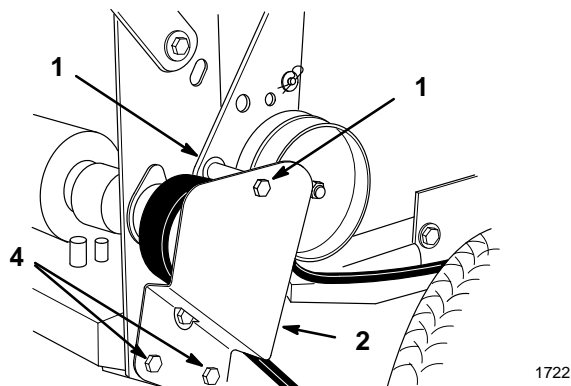

Figure 30
2. Retirer le boulon à tête supérieur de fixation de l'équerre de renvoi et de son support au châssis (Fig. 30).
3. Desserrer les deux boulons à tête inférieurs suffisamment pour pouvoir faire passer la courroie entre la poulie d'entraînement et le support de renvoi (Fig. 30).